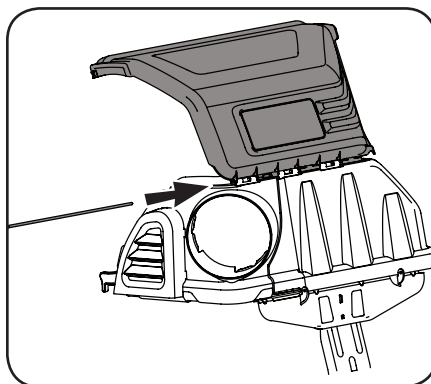

Figura 4-8
4. Desde el frente del montaje, alinee las lengüetas en la cubierta superior de la recolectora de césped con las lengüetas al frente de la parte frontal del conducto de soporte superior. (631)05474). Deslice el pasador de bisagra a través de las ranura comenzando en el lado derecho superior del conducto de soporte de las pestañas montadoras, como se muestra en Figura 4-8 Presione la chaveta (711-06701) hasta el final y hasta que alcance el acoplamiento final y se detenga.